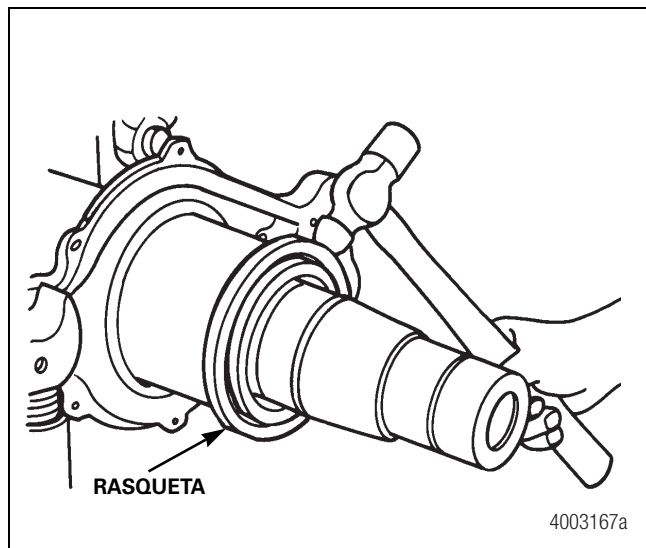

Figura 3.9
13. Si el sello tiene una rasqueta separada en el collar del sello de aceite, aflójelo dando ligeros golpes con el lado redondeado de un martillo de bola; después retírelo y deséchelo. Figura 3.9.